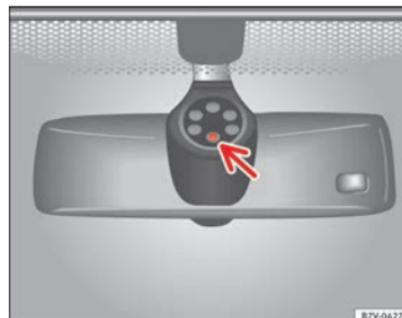

Abb. 70 Sensitive Fläche des Regensensors.
Mögliche Ursachen für Störungen und Fehlinterpretationen *im Bereich der sensitiven Fläche* ⇒ Abb. 70 des Regensensors sind u. a.:
- Sensitive Fläche des Regensensors regelmäßig reinigen und Wischerblätter auf Beschädigungen prüfen ⇒ Abb. 70 (Pfeil).